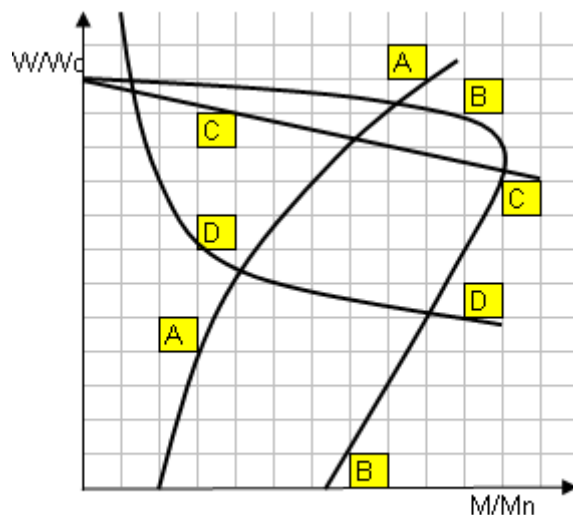

Рис.1. Механические характеристики двигателей
1. Механическая характеристика (рис.1) асинхронного двигателя с к.з. ротором